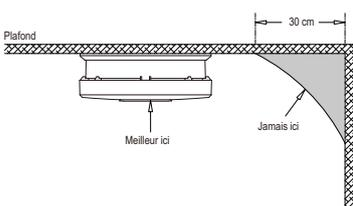

Figure 1
4. Si pour une raison quelconque le détecteur ne peut pas être installé au centre du plafond, la distance entre le détecteur de fumée et le mur doit être d'au moins 30 cm (voir Figure 1).